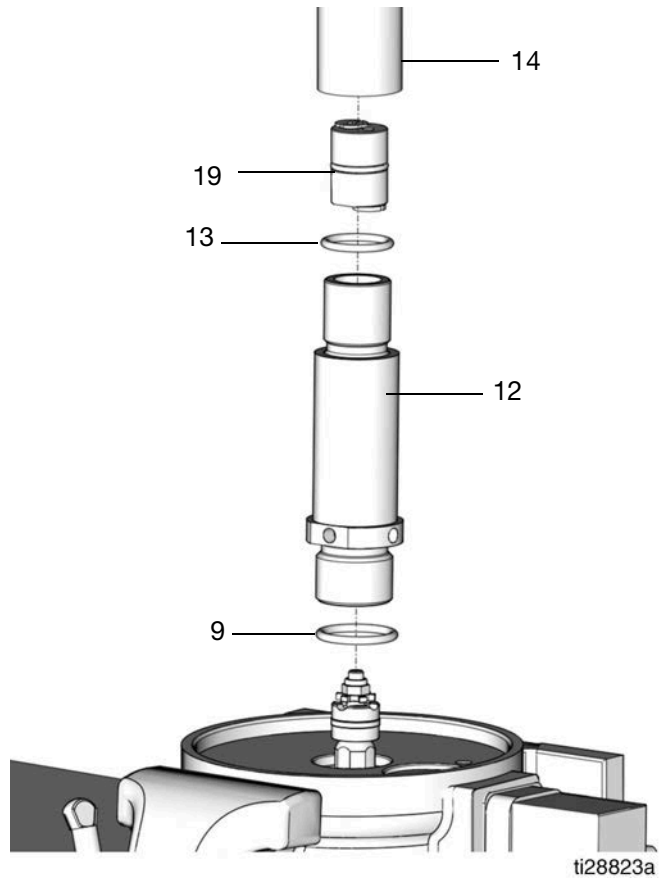

FIG. 17
14. Quite la junta tórica (13) del tubo de salida (14). Quite la junta tórica (9) del cilindro de la bomba (12). Deseche las juntas tóricas según la normativa para una eliminación adecuada (FIG. 17).